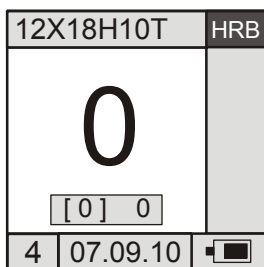

рис. 9
2.6.1 При включении (кратковременном нажатии кнопки “”) с подсоединенным датчиком, в зависимости установленных в предыдущих циклах работы, параметров усреднения, вывода дополнительной статистики, используемой шкалы или дополнительной калибровки и т. д. Дисплей прибора принимает вид рисунок 9.